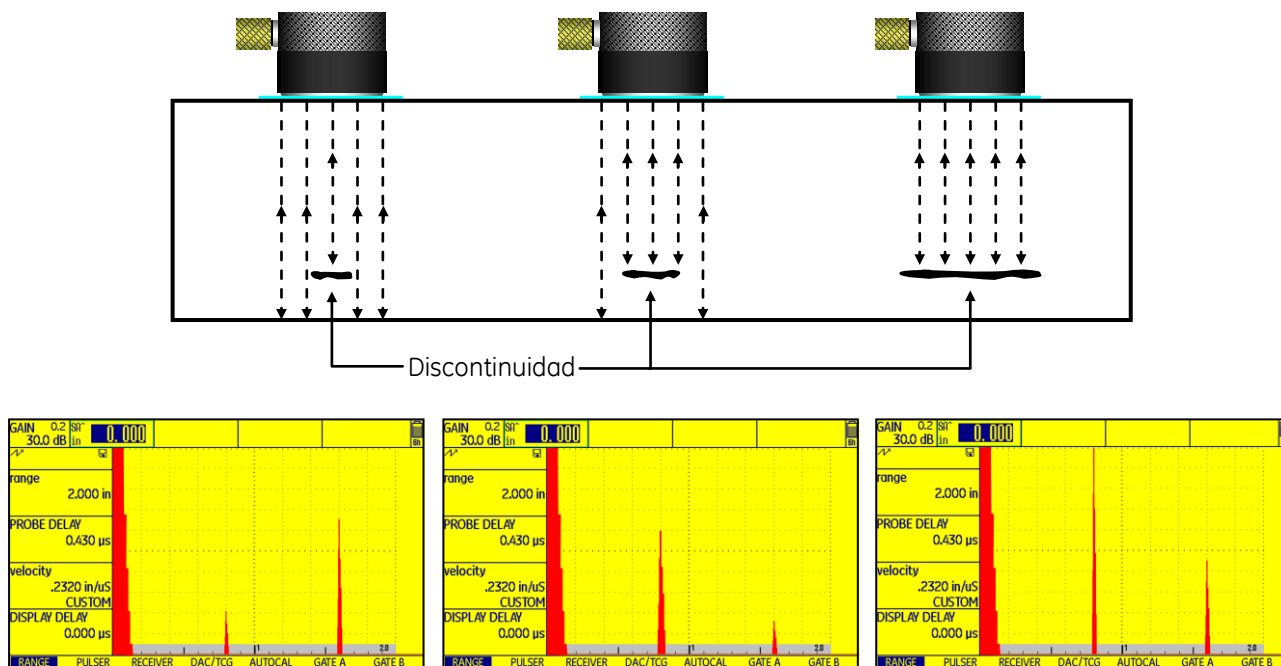

Figura No. 75: Amplitud de las indicaciones de discontinuidades con relación a su tamaño
1. Tamaño de la discontinuidad – Para que una discontinuidad pueda ser detectada, en teoría, debe tener un tamaño igual o mayor a media longitud de onda. Se puede determinar el tamaño teórico de discontinuidades detectables usando la fórmula que relaciona la longitud de onda, la frecuencia y la velocidad acústica. Para discontinuidades perpendiculares a la dirección en la que viaja la onda ultrasónica, la reflexión de la onda, producida por la discontinuidad, y la amplitud de la indicación en la pantalla del instrumento ultrasónico, se incrementan si el área de la discontinuidad se incrementa y viceversa, como se muestra en la figura No. 75.